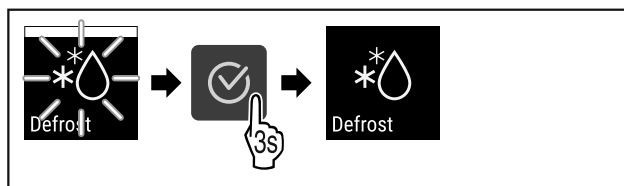

Fig. 101
- ▶ Hajtsa végre a művelet lépéseit (lásd Fig. 101).